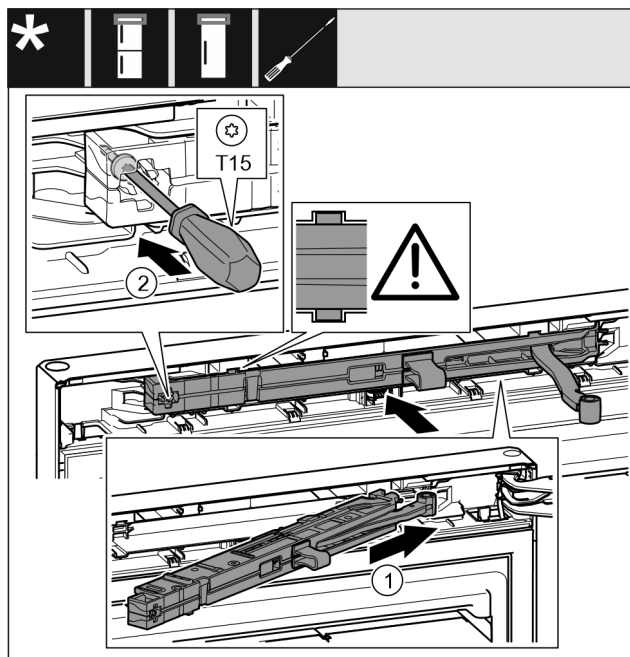

Fig. 33
- ▶ Inserire in diagonale l'unità dell'ammortizzatore di chiusura Fig. 33 (1) nel vano sul lato del blocco di supporto fino a battuta.
- ▶ Stringere la vite Fig. 33 (2) con un cacciavite.